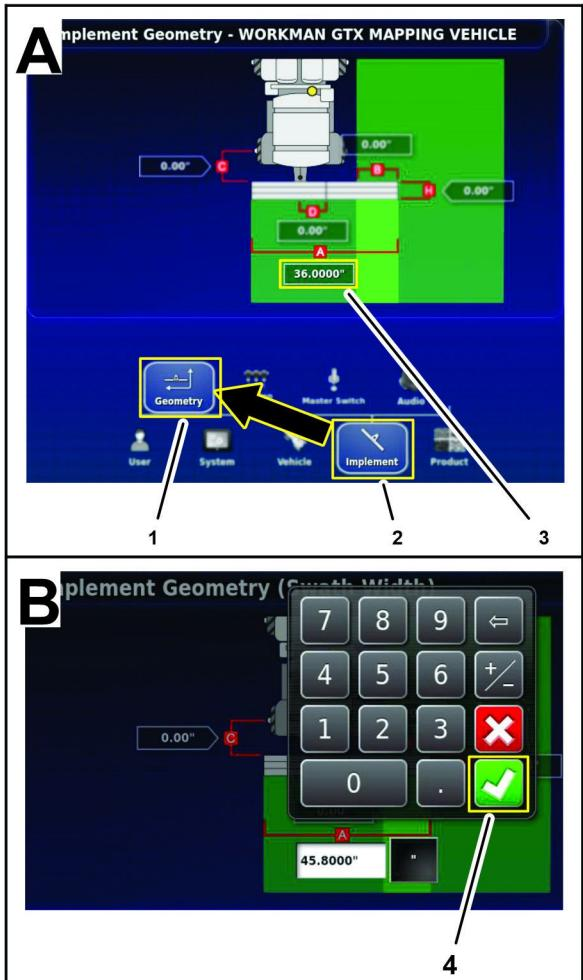

Figura 195
- Premete l'icona IMPLEMENTO e l'icona GEOMETRIA (Figura 195).
- Premete l'icona Larghezza complessiva (A), utilizzate il tastierino sullo schermo per inserire la misurazione registrata nel modulo di geometria dell'implemento di Misurazione della geometria dell'implemento (pagina 87) e premete l'icona Conferma (Figura 195).